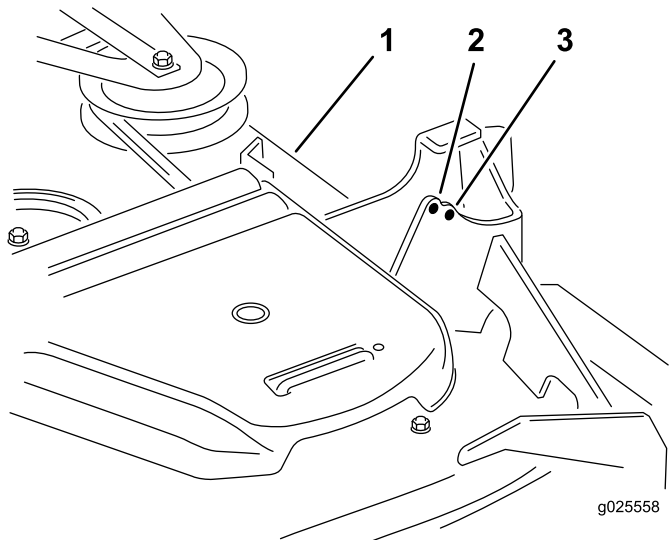

Figure 79
**Remarque:** Le tablier de coupe est fixé aux trous avant à l'usine. (Figure 79). Au besoin, utilisez les trous arrière pour effectuer d'autres réglages de mise à niveau du tablier de coupe.